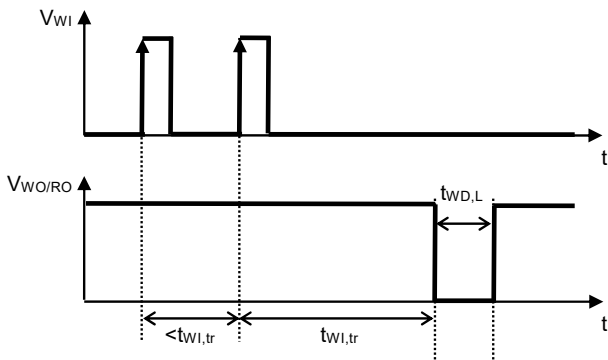

图7 看门狗触发时间
- *1. 看门狗定时器进行超时或双脉冲检测后，WO / RO端子保持 "L" 的时间 (参阅图7)。此值可以通过 C_{DLY} 的电容值进行更改。
- *2. 从看门狗定时器开始进行触发信号检测后，到检测出超时，并且WO / RO端子输出变化为 "L" 为止的时间 (参阅图7)。此值可以通过 C_{DLY} 的电容值进行更改。